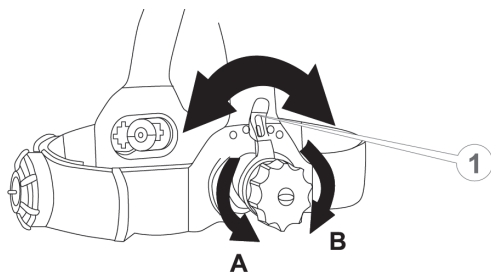

Рисунок 5. Регулювання кута нахилу маски.
- послабити гайку-фіксатор наголовника, обертаючи гайку у напрямку, протилежному руху годинникової стрілки «А» (рис. 5);
- надягти маску та відрегулювати кут нахилу маски, встановивши обмежувач кута нахилу (1) у потрібне положення (5 положень регулювання);